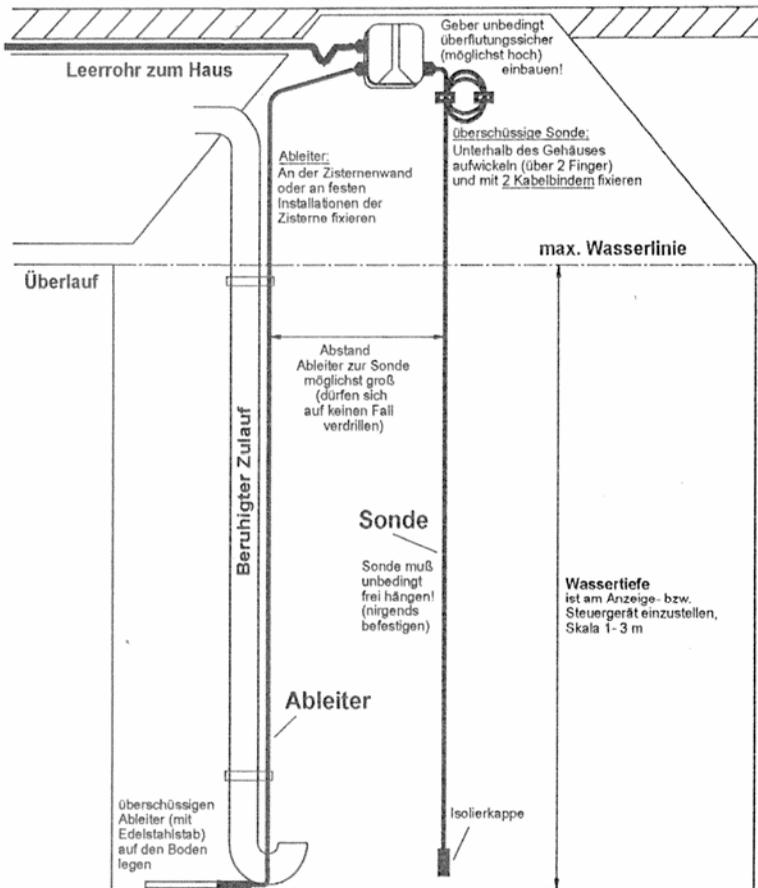

Bild 3
- Überschüssiges Ableiter-Kabel auf den Zisternenboden legen (s.Abb. 3)
Dazu Sonden-Kabel direkt oben am Gehäuse- Auslass über 2 Finger auf passende Länge (gerade Zisternenboden berührend oder knapp drüber) aufwickeln und den Wickel mit den 2 beiliegenden kurzen Kabelbindern fixieren (s.Abb. 3). Zur Feineinstellung kann die Sonde dann noch in den Kabelbinder gezogen werden. Dann Kabelbinder festziehen.